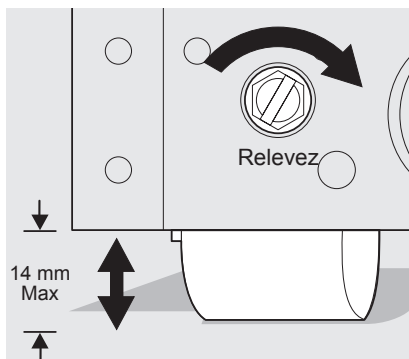

Figure 2
- 2 Utilisez un tournevis à lame plate ou une clé à douille de $\frac{3}{8}$ po pour lever ou abaisser les roulettes avant (Figure 2). Ne pas soulever le cabinet plus de $\frac{9}{16}$ pouce.